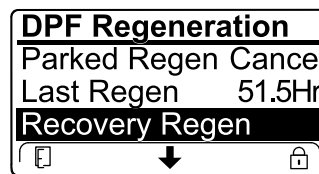

Figure 50
- Si le calculateur moteur n'a pas demandé de régénération d'urgence et que vous naviguez jusqu'à l'option RECOVERY REGEN, la régénération d'urgence se bloque et l'icône de blocage (Figure 50) apparaît en bas à droite de l'InfoCenter.